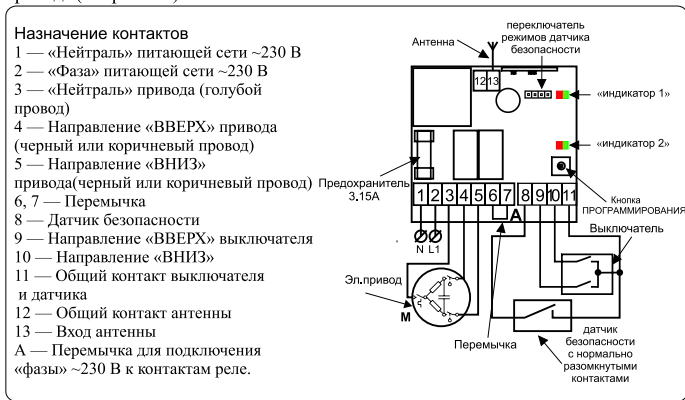
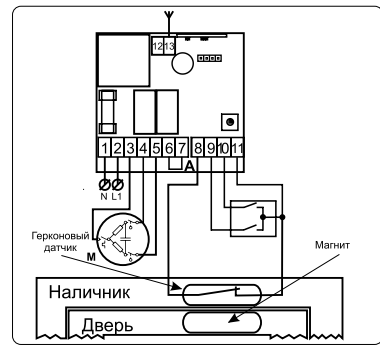

Рисунок 4. Типовая схема подключения
Рисунок 6.
Герконовый датчик используется для предотвращения наезда роллеты на открытое окно или дверь. Данный датчик имеет нормально замкнутые контакты (см. рис. 6).
- Ознакомиться со стандартной схемой подключения (см. рис. 4).
- Подключить датчик к контактам 8 и 11 (см. рис. 4, рис. 6).